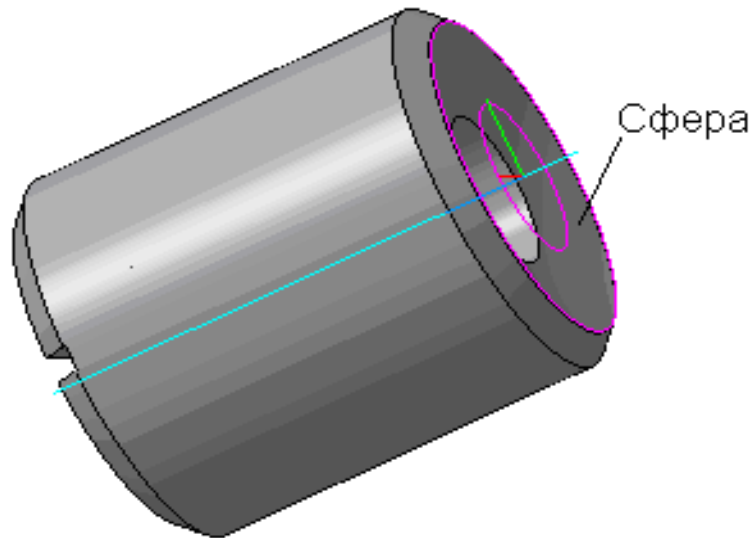

Рис. 65. Гайка
Конструктор может моделировать деталь, не принимая во внимание то, каким будет ее главный вид на чертеже. Однако следует учитывать, что общее количество изображений должно быть минимальным, но достаточным для однозначного понимания устройства детали [2, 9, 10, 11]. Очевидно, что гайка (рис. 65) относится к телам вращения, имеющим центральную ось. Кроме того, на торцевой поверхности имеются два паза. Поэтому, с учетом необходимого количества видов (2), деталь на главном виде необходимо расположить таким образом, чтобы на втором виде были видны оба паза. Исходя из формы детали, целесообразно принять горизонтальное ее расположение на главном виде. Для этого: